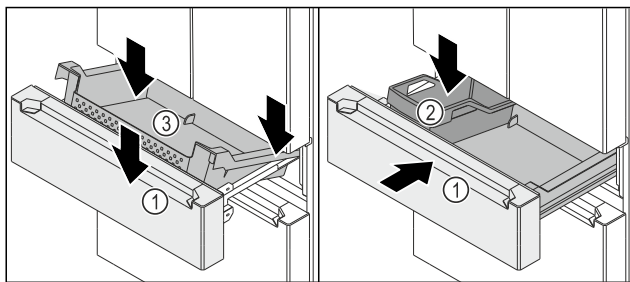

Fig. 142
□ Висувний візок Fig. 142 (1) витягнуто.
- Установіть контейнер Fig. 142 (3) ззаду на рейки праворуч і ліворуч.
- Опустіть контейнер Fig. 142 (3) спереду так, щоб контейнер Fig. 142 (3) охоплював рейки праворуч і ліворуч.
- Вставте FlexBox Fig. 142 (2).
- Всуňte висувний візок Fig. 142 (1).